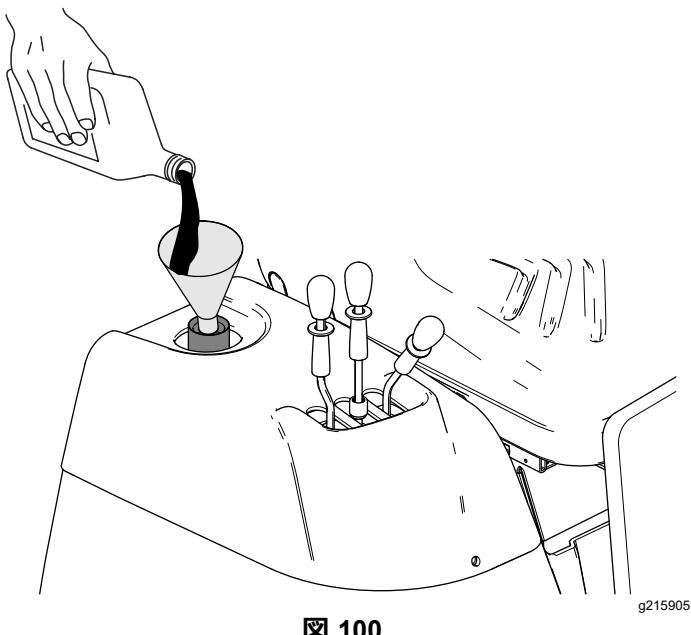

図 100
7. ディップスティックの最低マークより低い場合は、所定の油圧オイルを補給口図 100 から補給する。2 本のマークが示す規定範囲の中間までオイルを入れる。